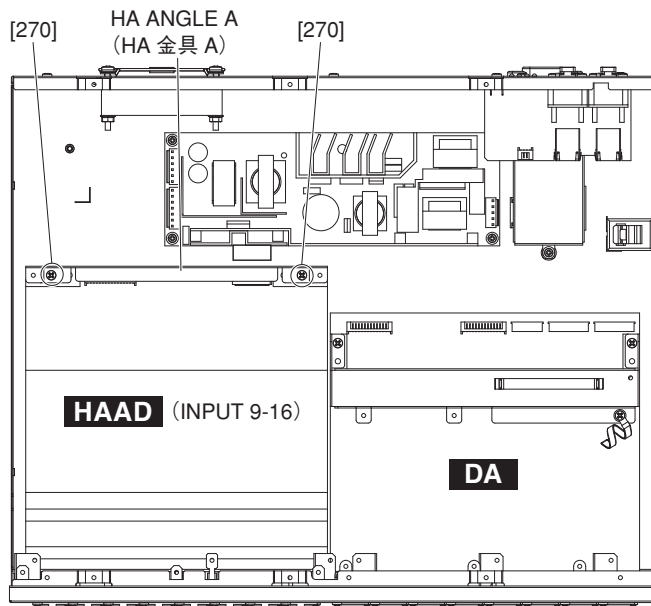

Fig. 6 (图 6)
- 6-4. Remove the two (2) screws marked [270]. The HA angle A can then be removed. (Fig. 6)
- 6-4. [270] のネジ 2 本を外して、HA 金具 A を外します。(図 6)